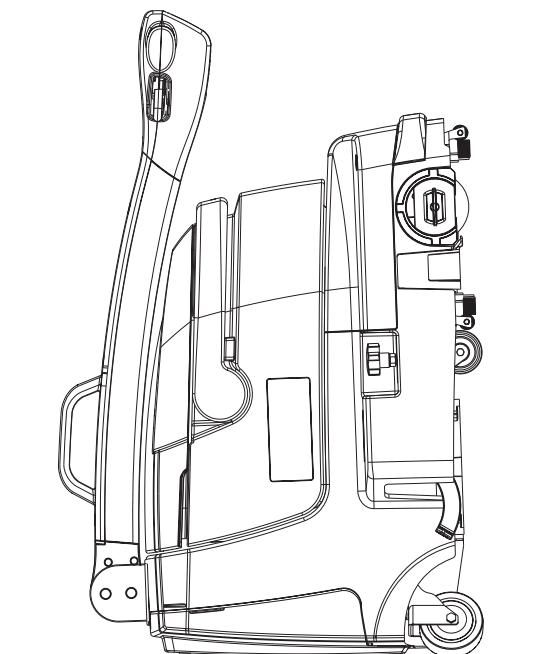

Abbildung 7
- Das Gerät durch Abschalten anhalten, dann die Bürsten und die Sauglippen mithilfe des Abstellpedals (10) anheben.
- Den Behälter der Tanks (13) entleeren.
- Das Gerät abstellen. Zum Absenken des Schubbügels (1) den Hebel (8) drücken.
- Das Gerät muss im Parkmodus abgestellt werden; Pedal (10).
- Bei Platzmangel kann die Maschine zum Abstellen an der Rückseite angelehnt werden, siehe Abbildung 7.